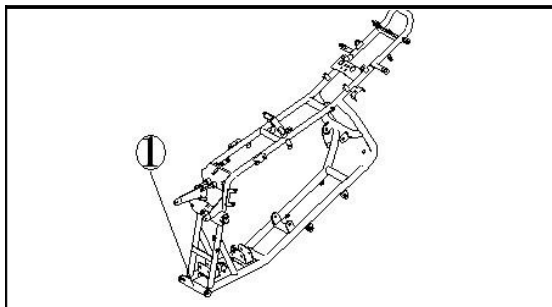

Рис. 1-1
1. Номер рамы выгравирован на передней нижней трубе рамы (①). Формат номера рамы: *LBBW1101????????* , см. рис. 1-1. (Девятая цифра – проверочный номер, десятая – номер года, одиннадцатая – номер компании-изготовителя.)
Инструменты для снятия двигателя показаны на рис. 1-1, 1-2.